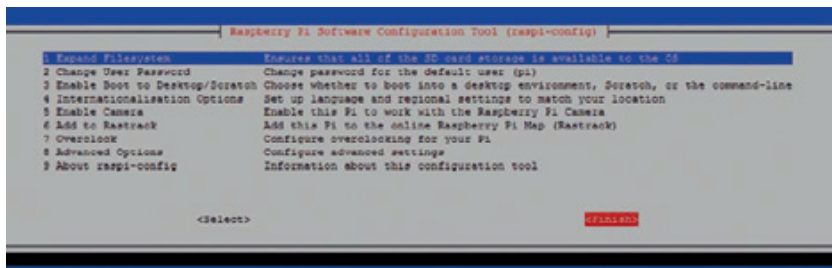

Fig. 8
- con i tasti freccia spostatevi verso destra della finestra e scegliete <Finish> (**Fig. 8**), allorché appare una nuova finestra in cui viene chiesto se procedere o meno al reboot; a questa richiesta dovrete rispondere scegliendo <Yes>.